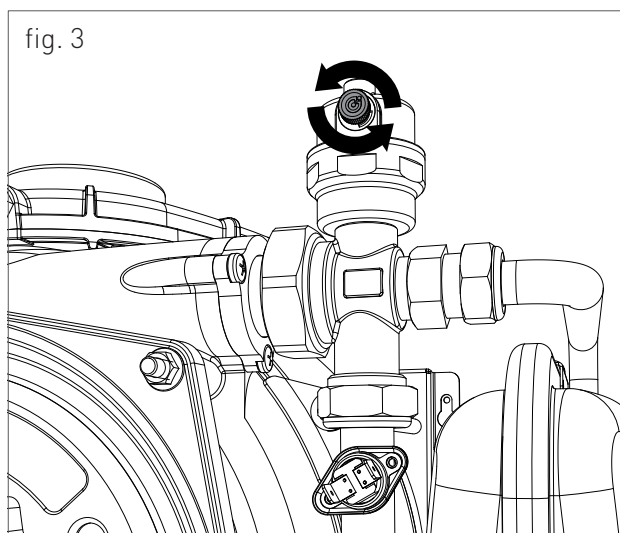

fig. 3
2. allentare leggermente il tappo della valvola jolly posizionata in alto al blocco a condensazione (fig. 3) per permettere all'aria di fuoriuscire dal punto più alto dell'impianto;
a. premere il meccanismo di sgancio posto sotto la parte motore 1 (fig. 3).